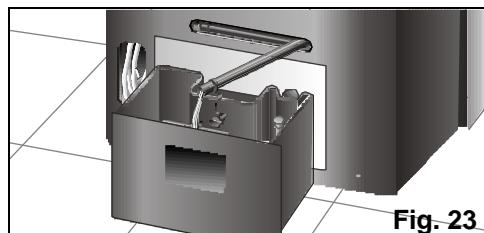

Fig. 23
- Antes, esvaziar a água de condensação que se encontra no depósito interno, retirando do seu alojamento o tubo de evacuação de água e desmontando o tampão, Fig. 23, para evacuar a água que se formou. Para isso deverá colocar um recipiente (ou o depósito extraível do equipamento) na saída do tubo de evacuação de água para apanhar a água condensada ou dirigir esse tubo para um escoamento próximo. Depois de ter esvaziado o depósito, não se esqueça de colocar o tampão e o tubo no seu alojamento.